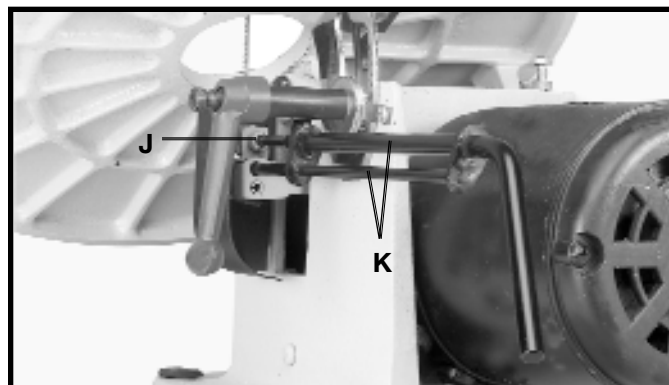

Fig. 25
5. La fig. 25 ilustra la llave que cambia de la lámina del quickset (K) contratada con el montaje más bajo del sostenedor de la lámina. Dé vuelta a la llave a la izquierda para aflojar los higos del tornillo (J). 24 y 25, y quite la lámina de una tirada más baja.